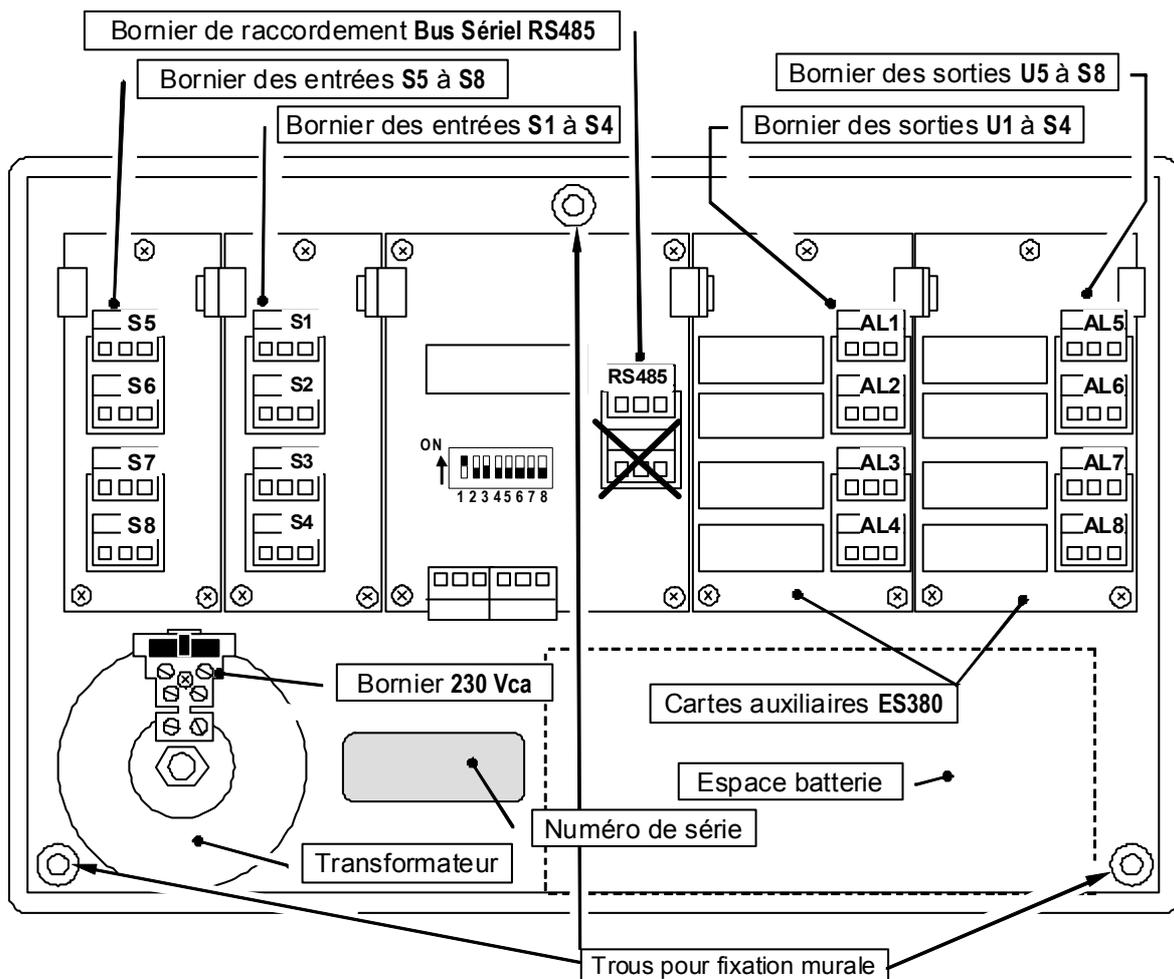

Fig 2 – Vue interne base CE380 équipée de 2 ES380
**Borniers:** (fig.2) Sur la carte de fond se trouvent les borniers pour le raccordement des entrées et des sorties. Les borniers sont à connexions polarisées (1); Il est conseillé d'utiliser du câble souple (2) et d'ancrer les câbles à la structure de l'armoire afin d'éviter les phénomènes de traction mécanique excessifs sur les borniers et les circuits. Utiliser un tournevis (3) de dimensions appropriées.